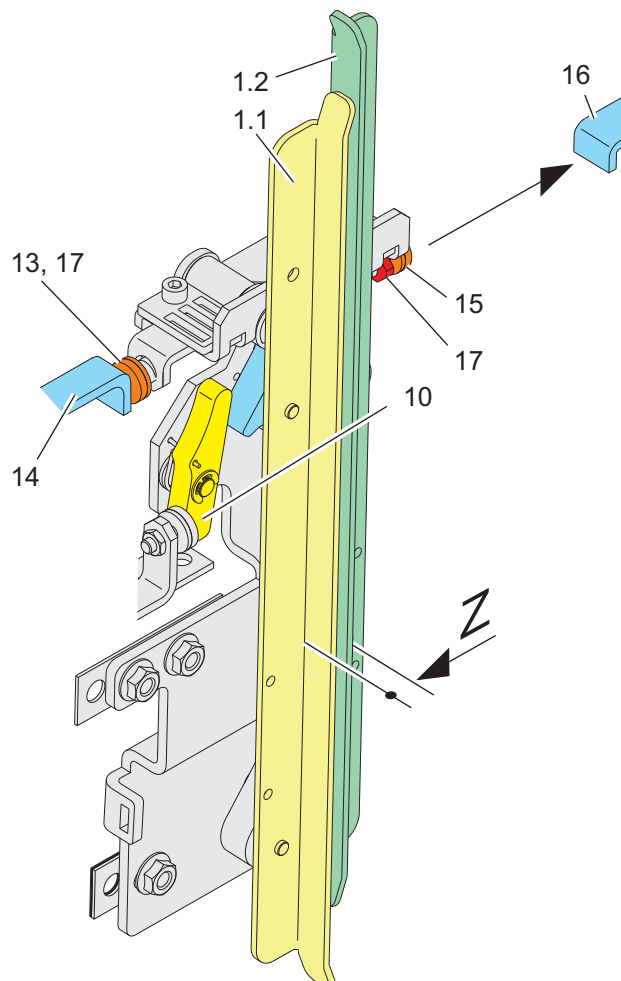

Abb. 40
- Verfahren wie bei Abb. 40 beschrieben